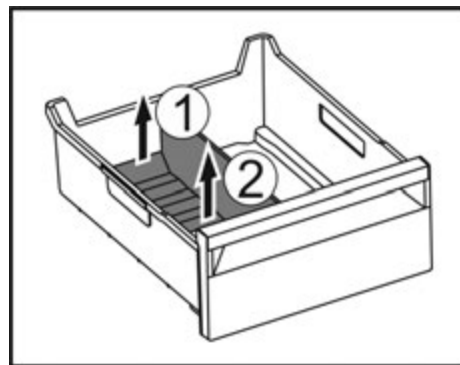

Fig. 120
► Підняти задню частину перегородки відділення для льоду. Fig. 120 (1)
► Вилучити перегородку рухом вгору. Fig. 120 (2)